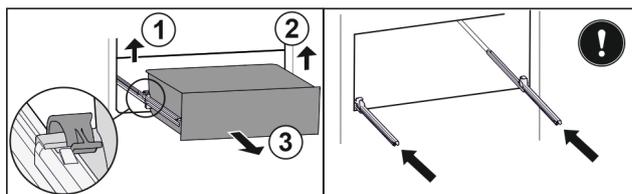

Fig. 96
- ▶ 提起左侧夹子，同时将抽屉左侧向前拉。 Fig. 96 (1)
- ▶ 提起右侧夹子，同时将抽屉右侧向前拉。 Fig. 96 (2)
- ▶ 朝前取出抽屉。 Fig. 96 (3)